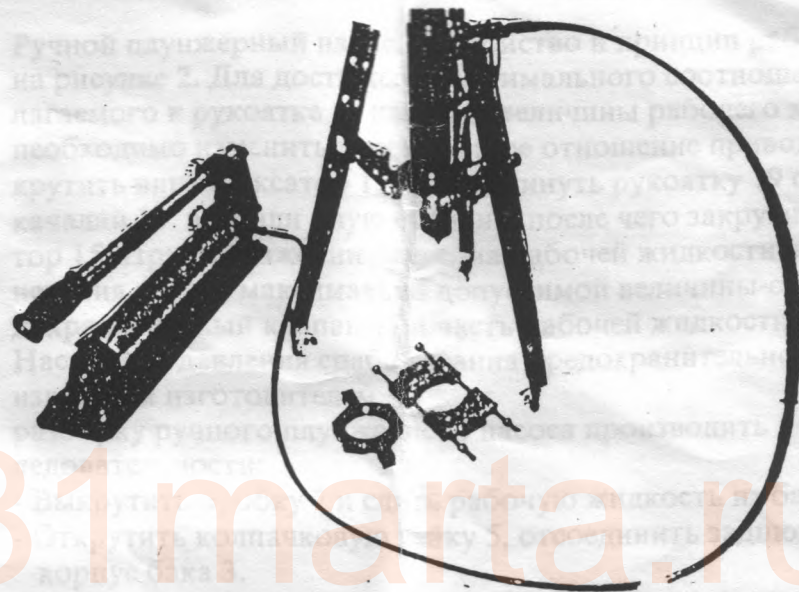

рис. 1
- 4.1. Гидросъемник (см. рис.1) состоит из следующих основных узлов: насоса ручного, гидроцилиндра цилиндра, рукава высокого давления и комплекта сменных частей.